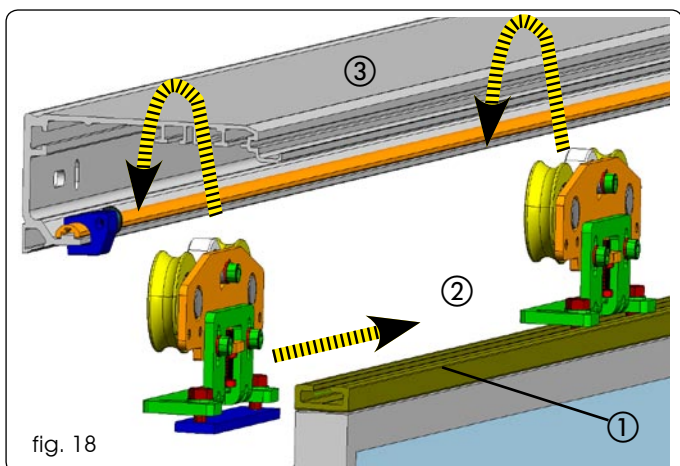

fig. 18
2. Posizionare due carrelli su ogni anta utilizzando le piastre e le viti in dotazione , in seguito montare il complessivo anta e carrello sul profilo di scorrimento, come indicato in fig. 18 ① ② ③.